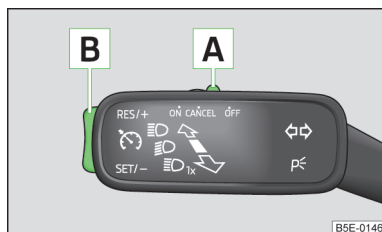

Fig. 111
- Pulsar el conmutador **A** » fig. 111 a la posición **ON**.
- Presionar el balancín **B** » fig. 111 de la página 125 a la posición **RES**.
La velocidad memorizada se puede reducir presionando el balancín **B** » fig. 111 de la página 125 en la posición **SET**.
La velocidad también se **desconecta temporalmente**, pulsando el interruptor **A** » fig. 111 de la página 125 a la posición de suspensión elástica **CANCEL** o bien el pedal de freno.
- Pulsar el conmutador **A** » fig. 111 de la página 125 desplazándolo hacia la derecha a la posición **OFF**.